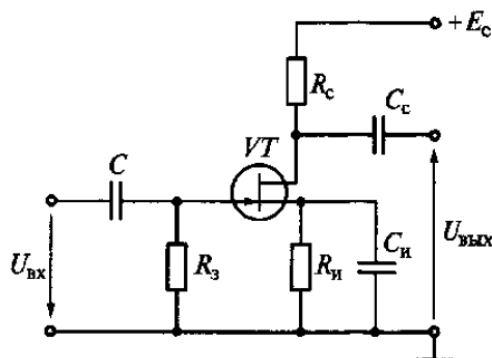

Рис. 10
10. Определите коэффициент усиления K_U усилительного каскада (рис. 10) на полевом транзисторе КП103М при $R_c = 4\text{ кОм}$, если крутизна характеристики $S = dI_c/dU_3 = 2,5\text{ мА/В}$. Звено автоматического смещения $R_u - C_u$ и разделительные конденсаторы C и C_c не учитывать.